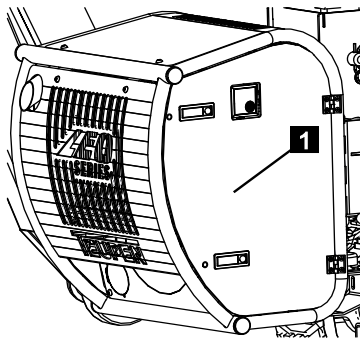

Fig. 128
1. Ouvrir le capot (Fig.128/1).